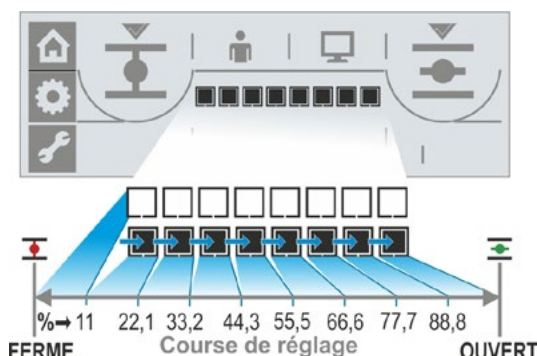

Fig. 2 : Indication de position
- 10 Indication de position ; les rectangles noirs (segments) indiquent à quelle distance se situe le servomoteur en position OUVERT. Chaque segment correspond à une course d'environ 11 %. À ce sujet, voir Figure 2 ci-contre.